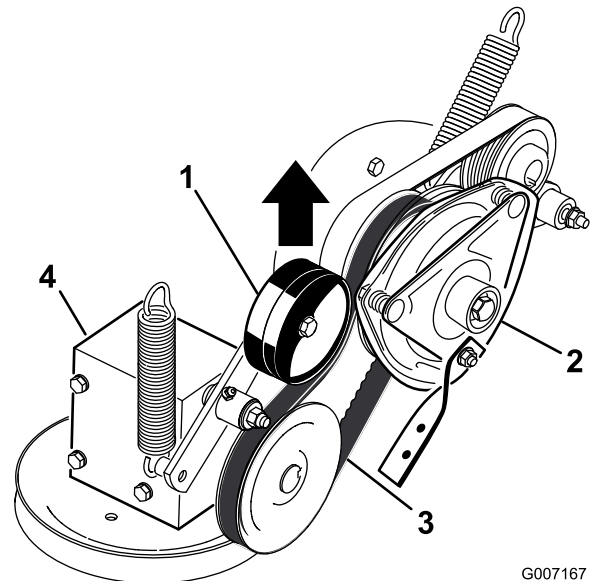

Figure 59
5. Tirez sur la poulie de tension rappelée par ressort de la courroie d'entraînement de PDF et déposez la courroie de la poulie d'embrayage (Figure 59).
17. Tirez sur la poulie de tension rappelée par ressort de la courroie d'entraînement de PDF et placez la courroie sur la poulie d'embrayage (Figure 59).